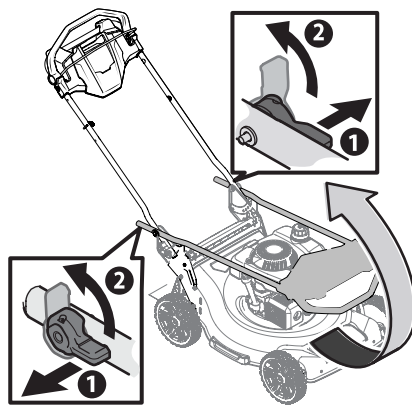

Figura 1
2. Gire las palancas de ajuste de la manija hasta la posición de destrabe para levantar la manija. Consulte la Figura 1.